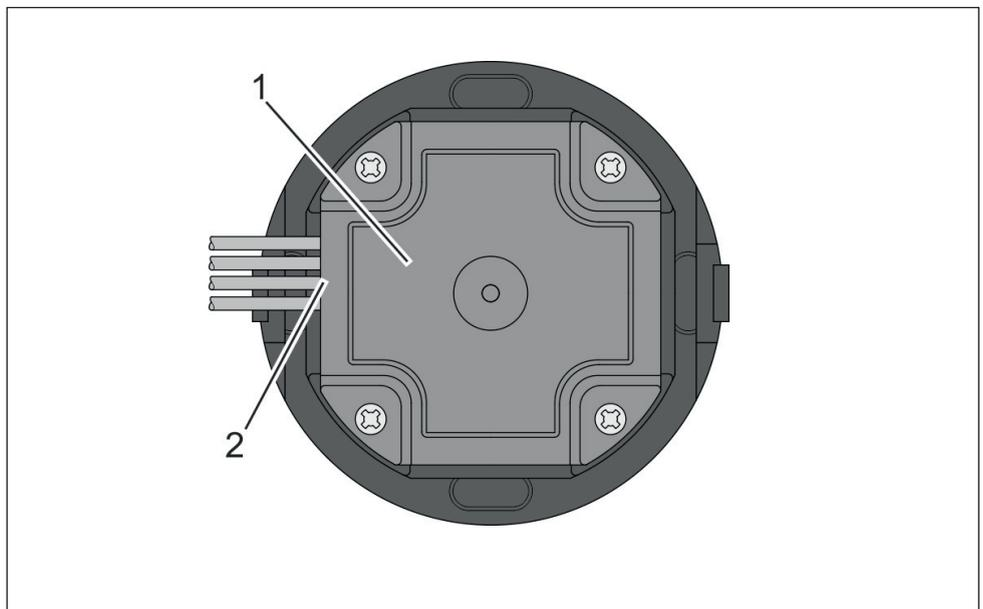

Abb. 11: Rückseite WT 210 / WT 210 BLE mit Leitung
4. Abdeckung an der Rückseite des WT 210 / WT 210 BLE anschrauben (Abb. 11/1). Dabei die Leitungen seitlich an den gepolsterten Leitungsführungen ausleiten (Abb. 11/2).